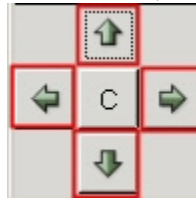

Figura 4.8
3. Con hacer clic solo una vez en los botones de gira (Figura 4.8), la vista cambia de una vista directa a una vista algo fuera-del-centro, esto le permitirá ver el túnel.